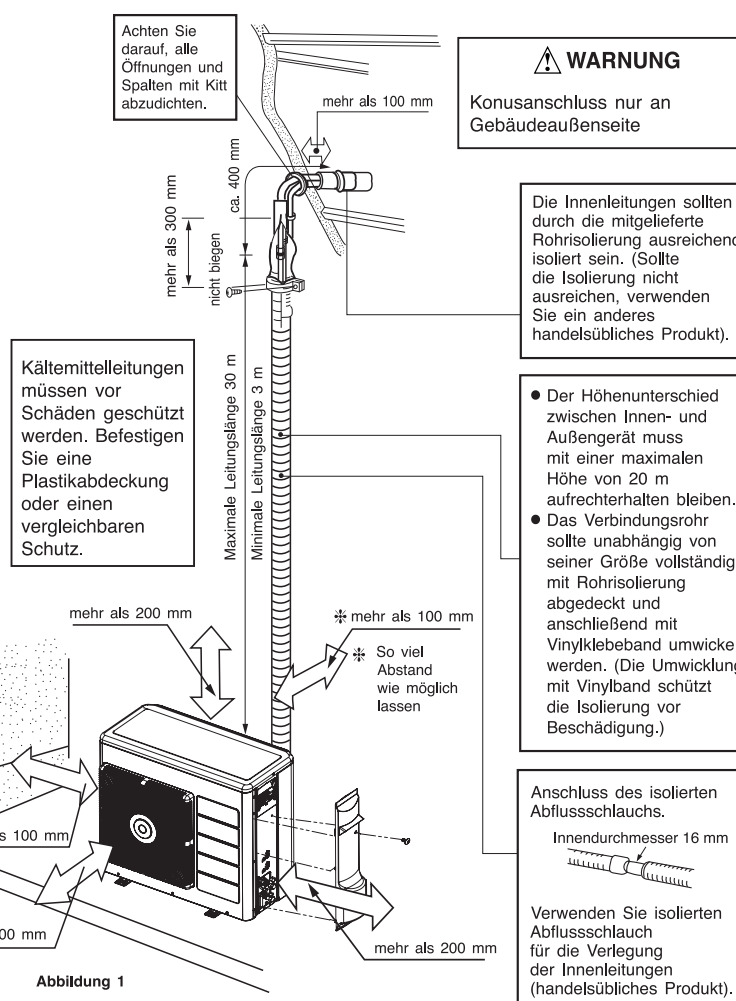

Abbildung 1
- Die Abstände des Geräts von oben, links, rechts und vorne sind in Abbildung 1 angegeben. Mindestens 3 der oben genannten Seiten müssen frei zugänglich sein.